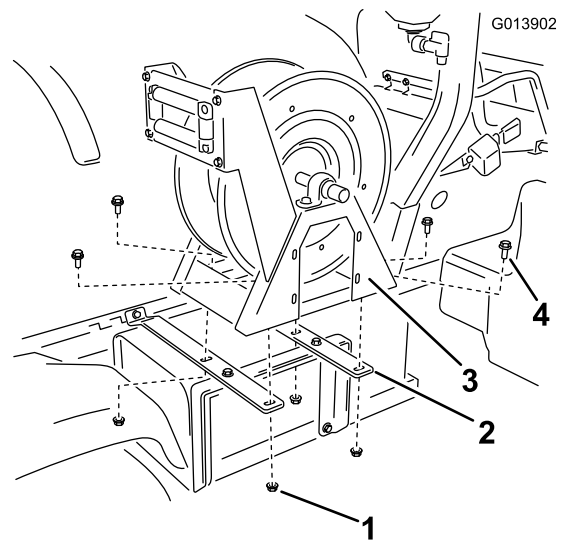

Bild 10
5. Montieren Sie den Schlauchwagen (Bild 10) mit 4 Bundbolzen (3/8 x 1/ Zoll) und 4 Bundmutter (3/8 Zoll) an den Schlauchwagenriemen.